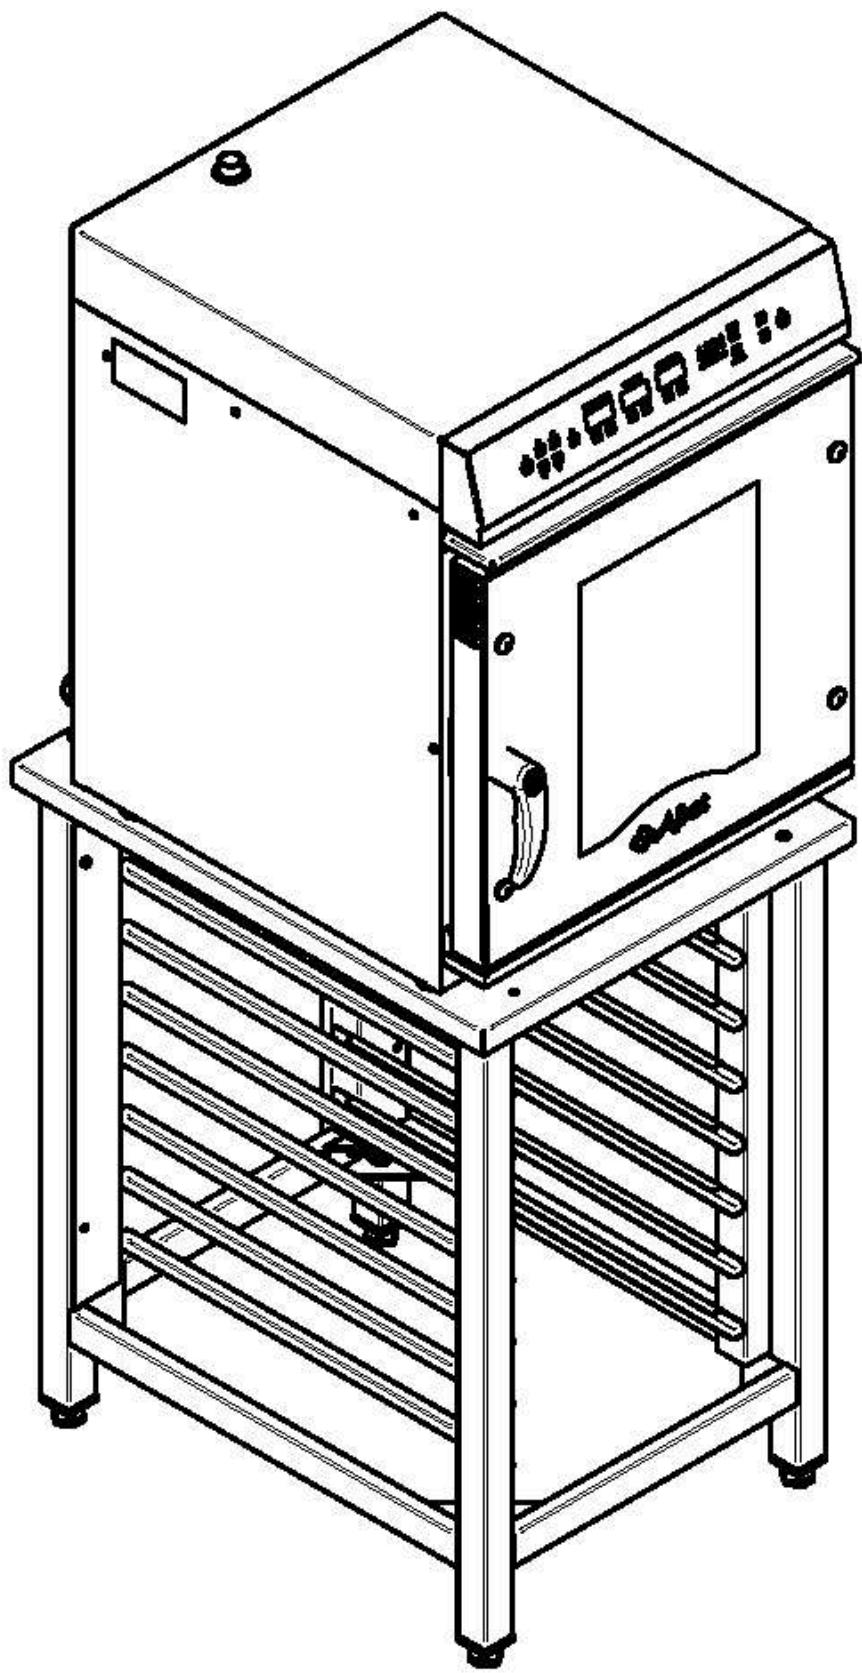

Рис.5. Пароконвектомат, установленный на подставку ПК-8-02.
- установите пароконвектомат на стол или подставку (см. рис.5) ПК-8-02 ( завод изготовитель АО «Чувашторгтехника» г. Чебоксары, код для заказа 110000009828);